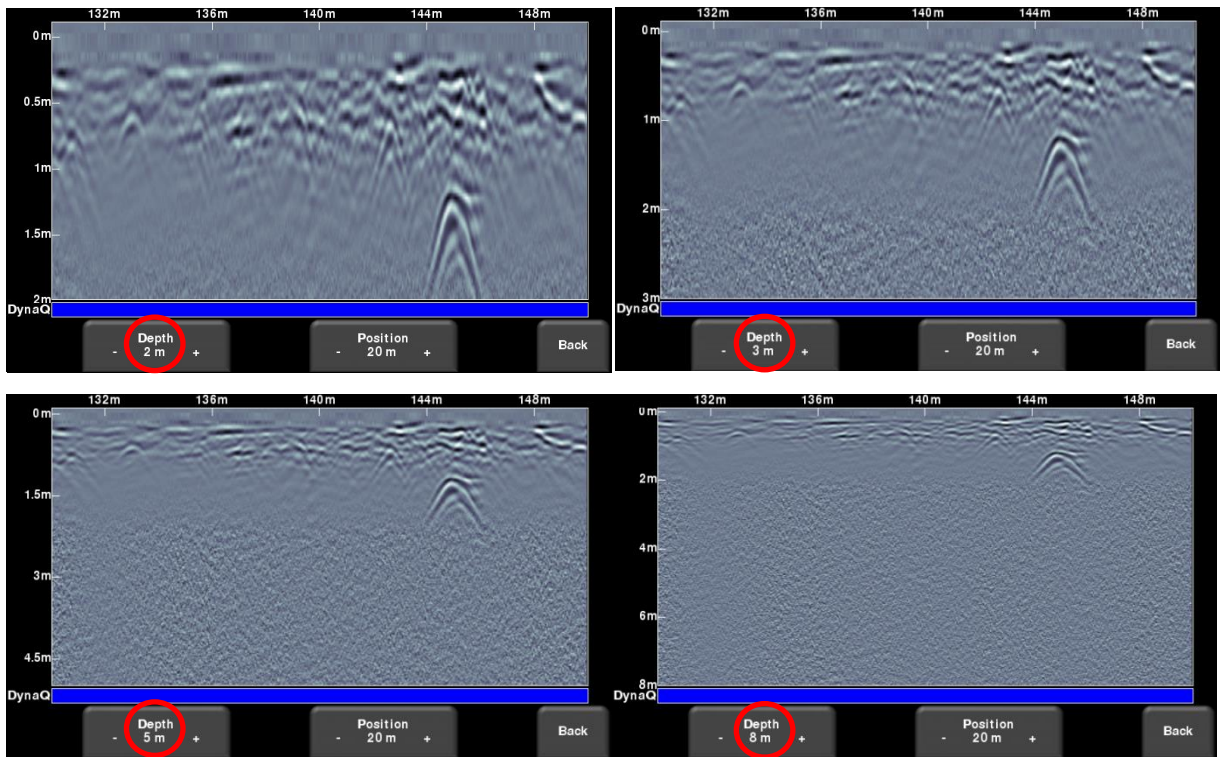

图 8-7: 不同的显示深度
- **深度 (Depth)** - 按**深度 (Depth)** 按钮下方的 + 和 - 按钮可更改数据的显示深度。这通常称为深度窗口。预设值范围为 1-8 米 (3-25 英尺)，参见图 8-7。